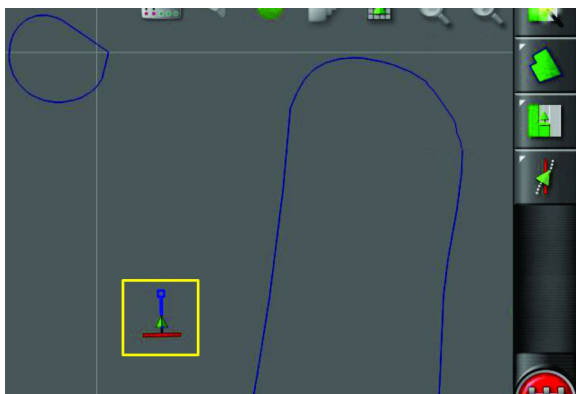

Bild 39
1. Fahren Sie die Maschine in das aktive Feld des Einsatzortes (Bild 39).